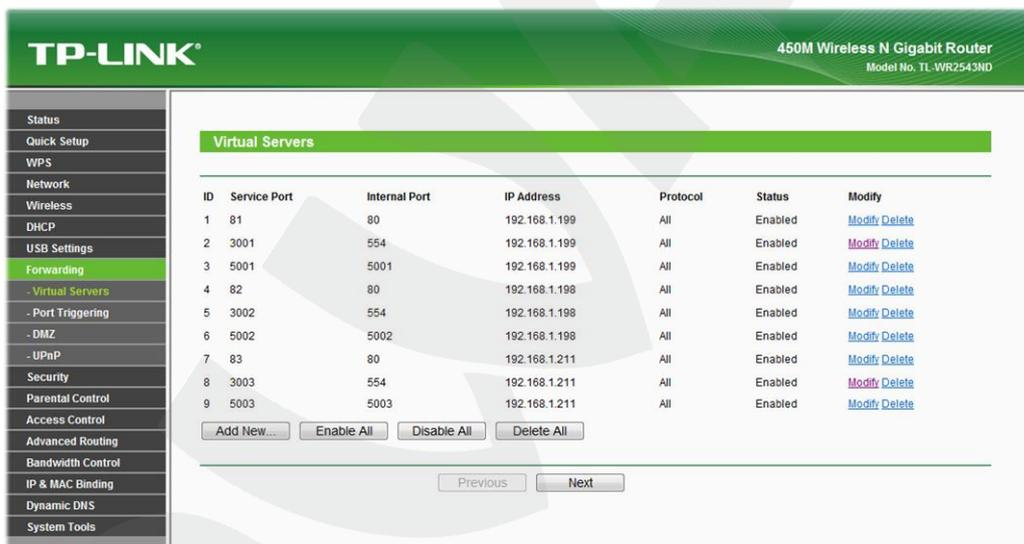

Рис.6.11
**Шаг 7:** если Вы используете несколько камер, то Вам необходимо повторить шаги 2-6 для остальных камер (Рис.6.11).